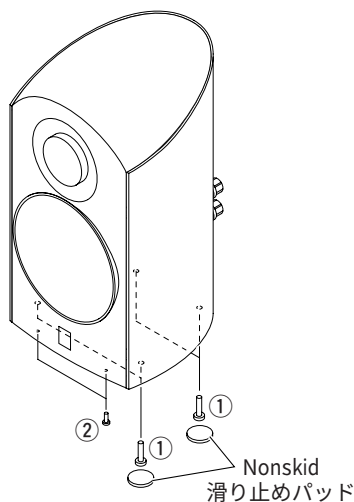

Fig. 9
a. Remove 4 nonskid pads. (Fig. 9)
b. Remove 4 screws (①) and 2 screws (②). (Fig. 9)
a. 滑り止めパッド 4 個を外します。 (Fig. 9)
b. ① のネジ 4 本、② のネジ 2 本を外します。 (Fig. 9)